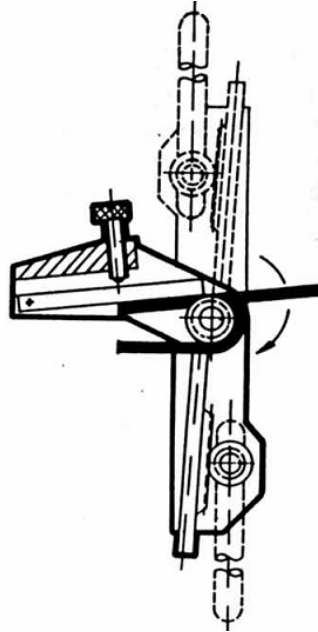

Abb.2
- Gehen Sie bei der Verwendung der Viertelspindel ebenso vor wie bei den Anderen, siehe Abb. 2.